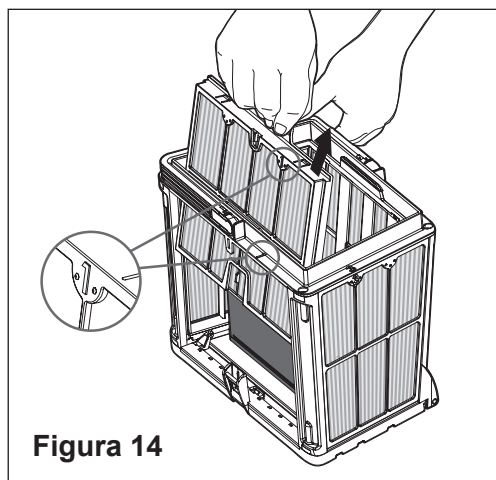

Figura 14
3. Extraiga la malla suavemente de la canasta de filtro. Ver **Figura 14**.